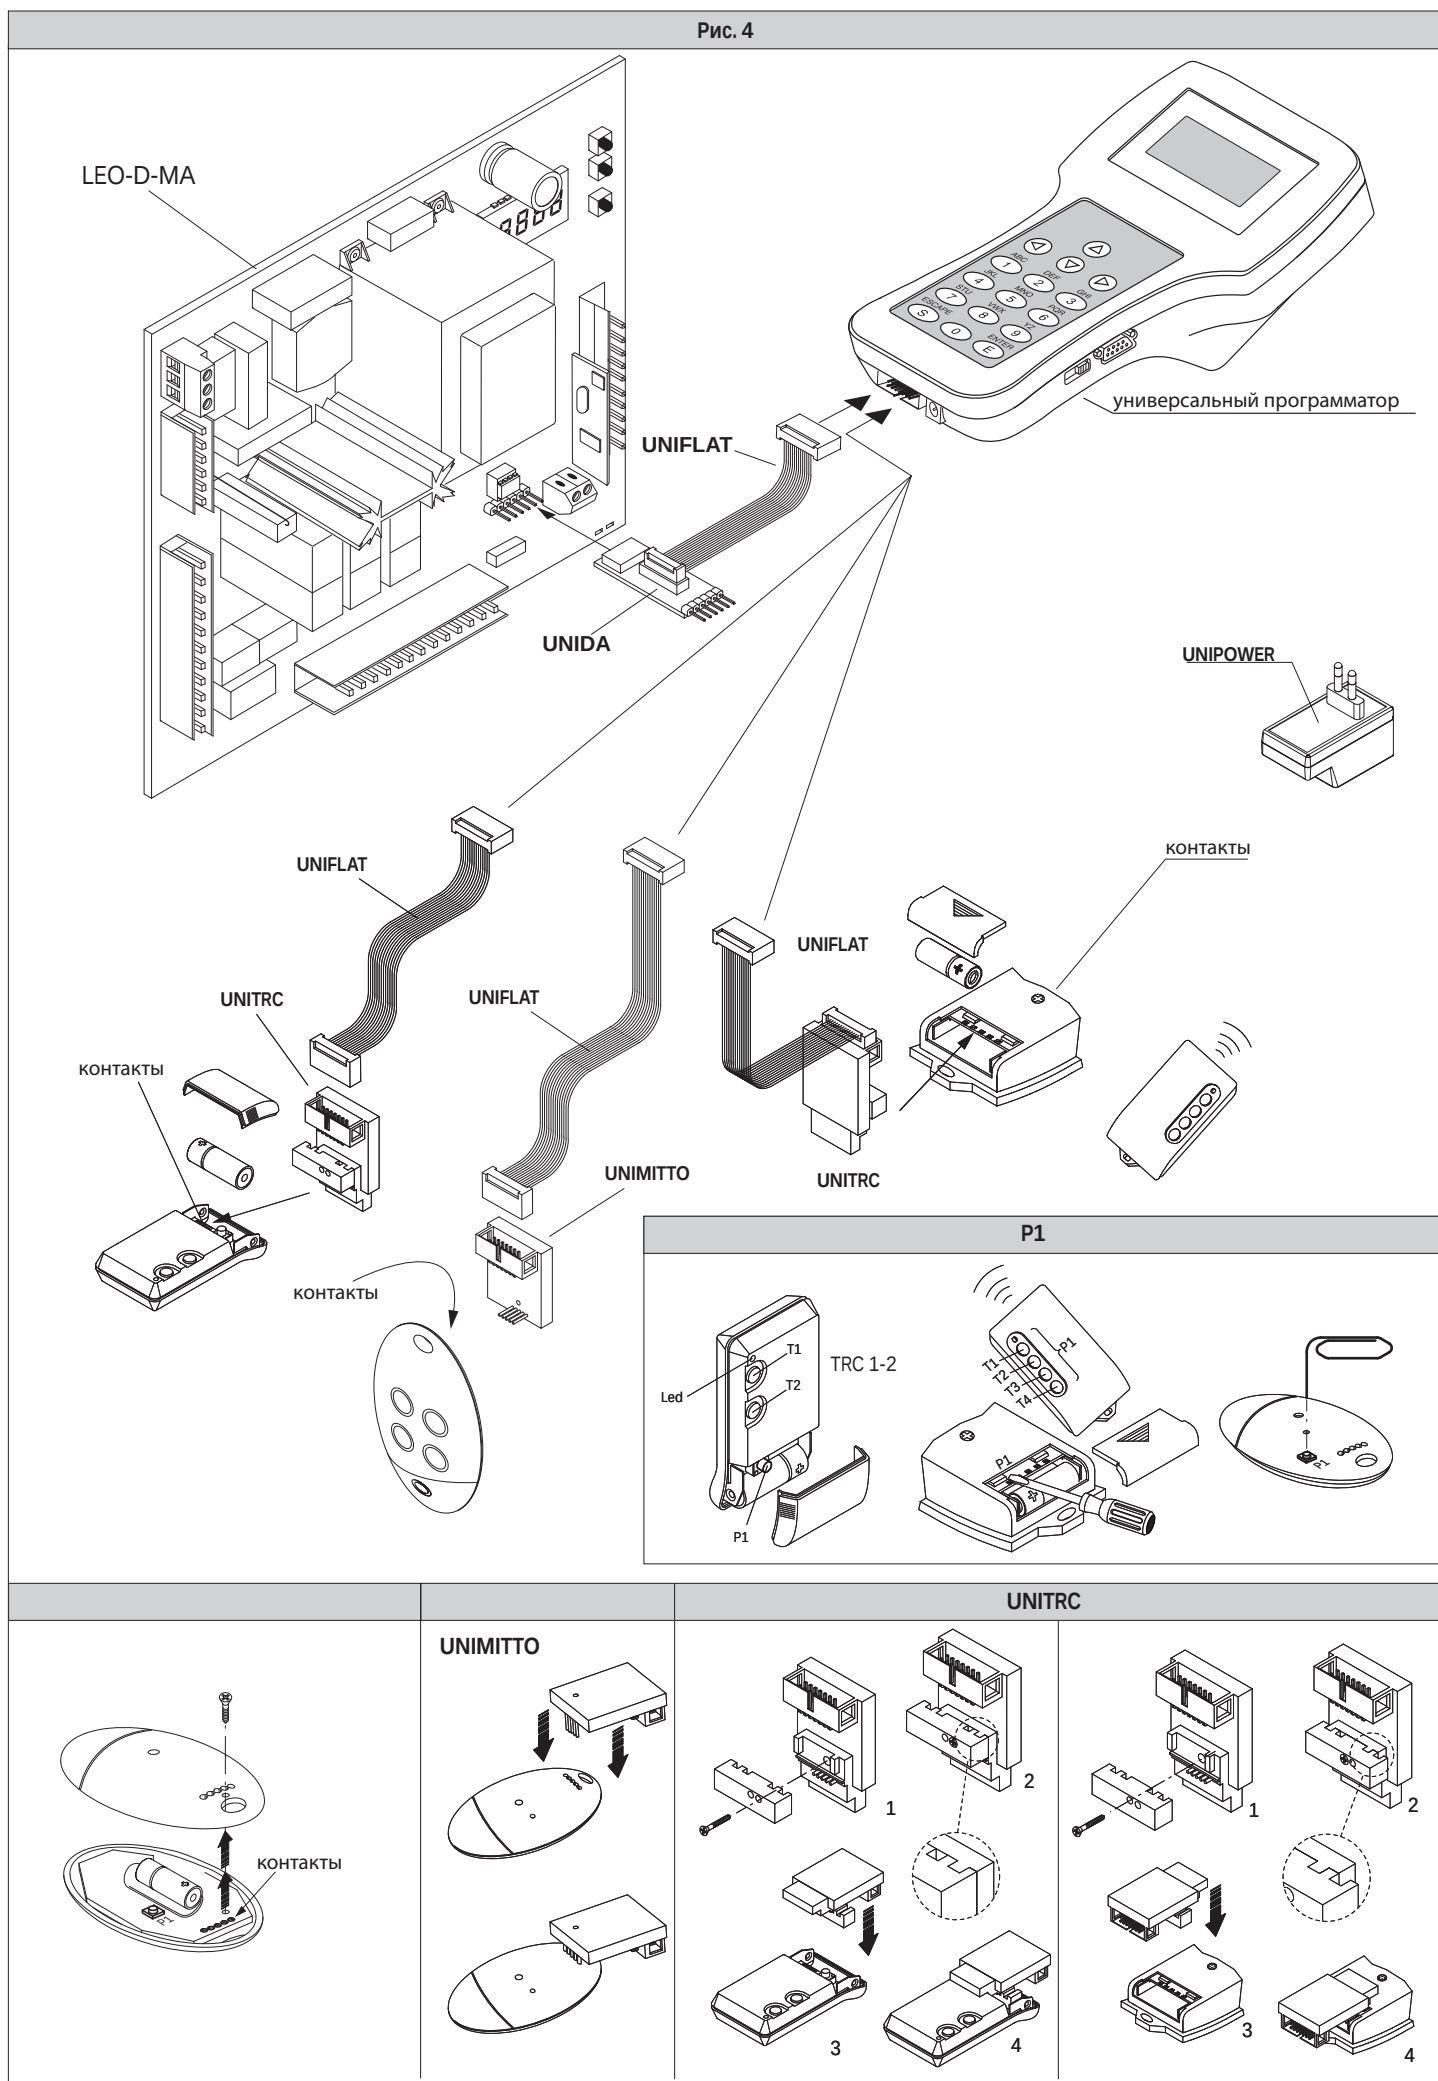

Рис. 5
11) ГРУППОВОЕ ПОДКЛЮЧЕНИЕ С ПЛАТОЙ SCS1 (РИС. 5) позволяет управлять несколькими автоматизированными объектами одновременно. Подключите все блоки **LEO D MA**, используя дуплексный кабель, типа телефонного. Если используется многожильный телефонный кабель, необходимо соединять жилы попарно. Длина не должна превышать 250м.